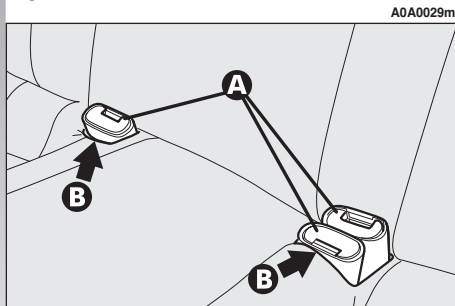

fig. 23
- posizionare le fibbie delle cinture di sicurezza (**A-fig. 23**) nelle relative sedi (**B**) ricavate nel cuscino;